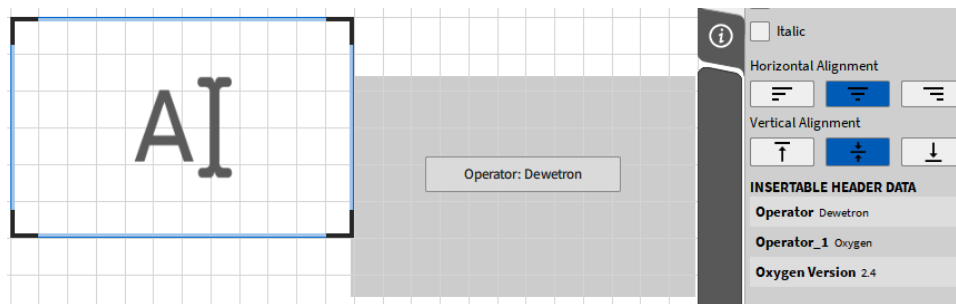

Abb. 5.26: Hinzufügen von Header Daten per Drag-and-Drop aus den Instrument-Eigenschaften auf den Messbildschirm
- Wählen Sie die gewünschte Header Information im kleinen Übersichts-Menü der Messeinstellungen und ziehen Sie diese per Drag-and-Drop auf den Messbildschirm (siehe Abb. 5.26).